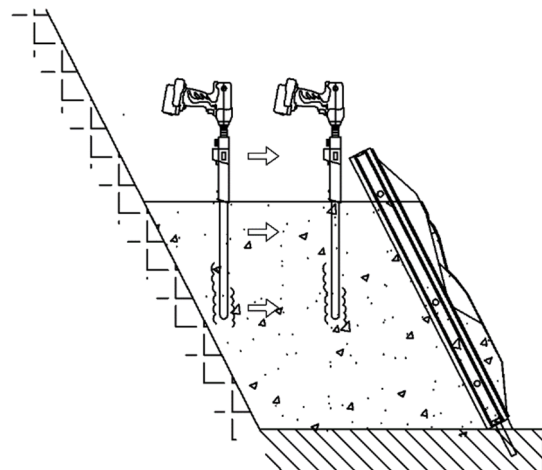

図 5. 締固め方向
- ・ 締固めの際、振動機を表面金網近くで振動し続けると、必要以上にペーストが漏れ出るため、表面金網よりある程度内側で振動させて、徐々に表面金網へと締固めを行う(図 5)。